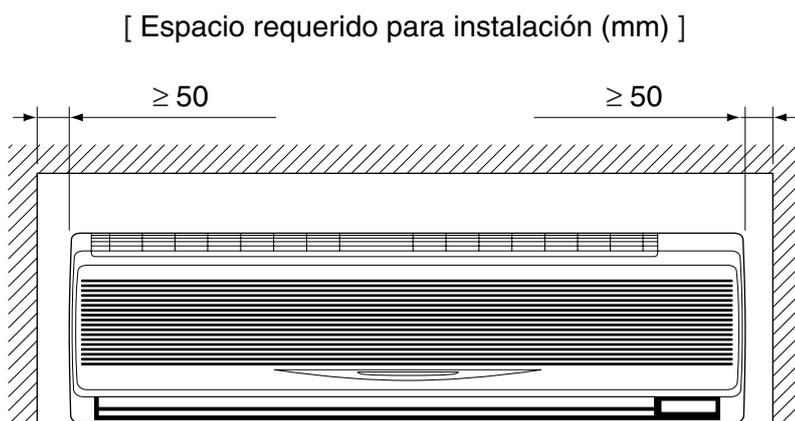
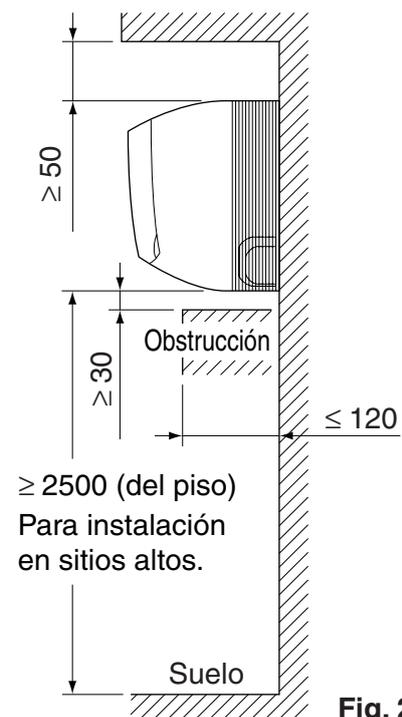

Fig. 1
Fig. 2
(1) Elija un sitio de instalación que reúna las siguientes condiciones y que el cliente apruebe.
- Donde haya suficiente espacio libre alrededor como para hacer los trabajos de servicio y de mantenimiento con facilidad. **(Refiérase a la Fig. 1 y Fig. 2)**